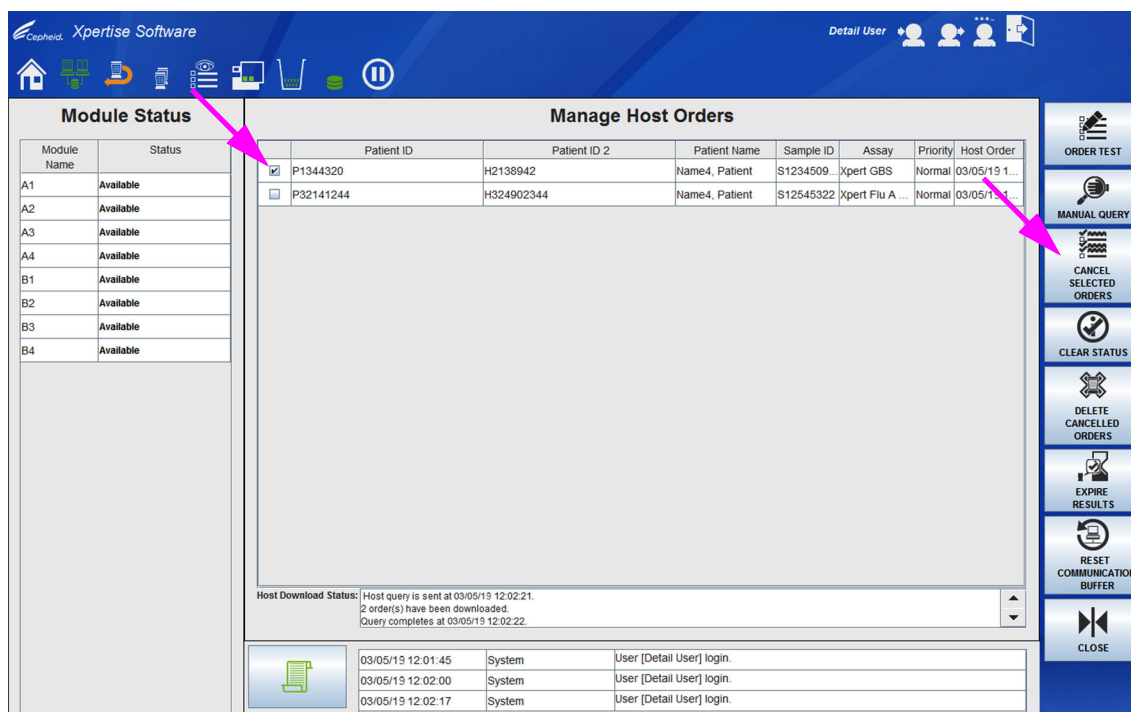
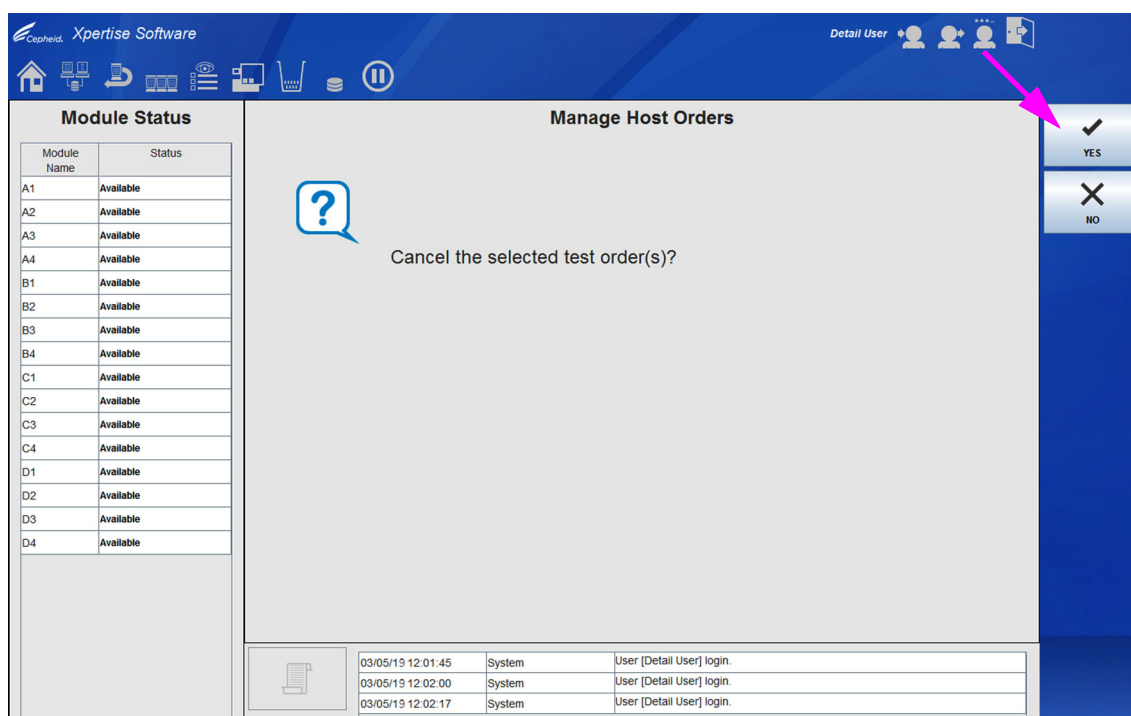

図 5-184. ホストオーダーの管理ワークスペース - テストのキャンセル
図 5-185. ホストオーダーの管理ワークスペース - テストのキャンセル確認
1. **ホストオーダーの管理 (Manage Host Orders)** アイコンを選択して、ホストオーダーの管理 (Manage Host Orders) ワークスペースパネルを表示します。図 5-184 を参照。
3. **選択したオーダーのキャンセル (CANCEL SELECTED ORDER)** ボタンを選択します (図 5-184 を参照)。ホストオーダーの管理 (Manage Host Orders) ワークスペース内に確認ワークスペースが表示され、選択したオーダーをキャンセルするかどうかの確認が要求されます。図 5-185 を参照。